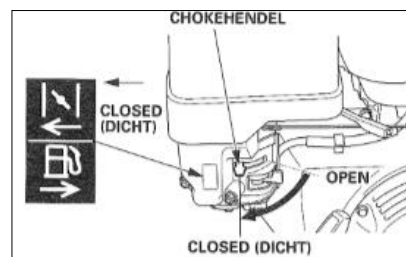

Abbildung 27
- Schließen Sie den Choke-Hebel bei einem Kaltstart (siehe Abbildung 27). Bei einem Neustart/warmem Motor kann der Choke-Hebel geöffnet bleiben.